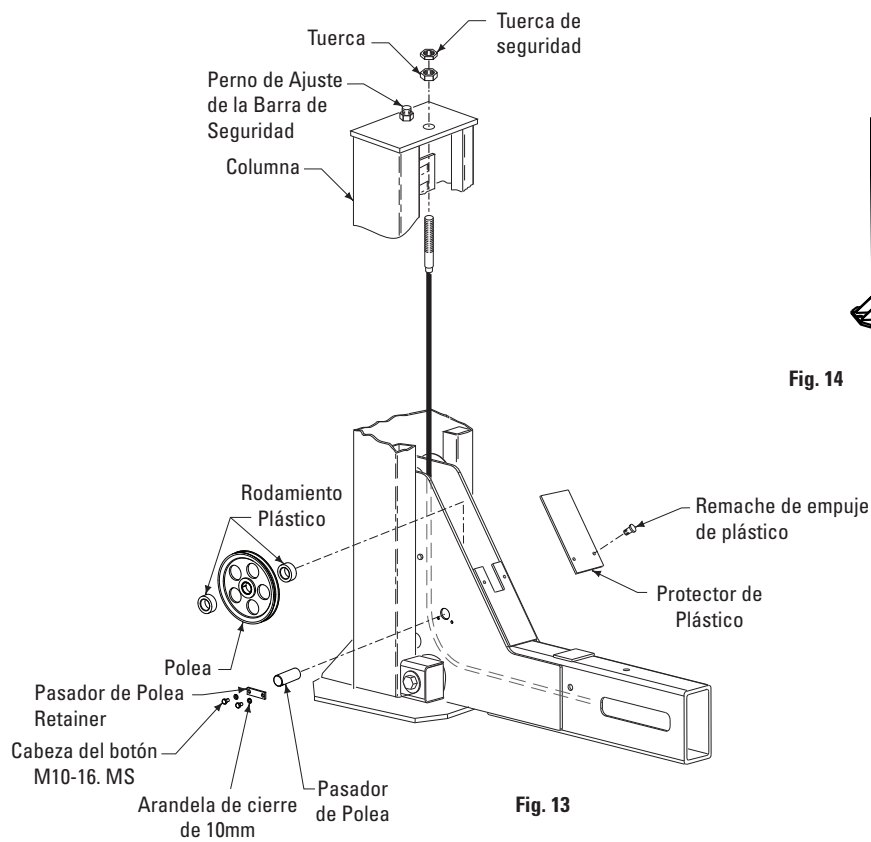

Fig. 13
- 10. Instalación de la polea delantera:** Instale las poleas del extremo del yugo y los cojinetes de plástico. Un cojinete de plástico se coloca entre cada lado de la polea y los espaciadores de la polea, Fig. 13, también vea el recuadro en la Fig. 9. Retenga el pasador de la polea con 2 pernos M10-16 y un sujetador del pasador de la polea. Asegúrese de que el cable esté ubicado en la ranura de la polea.
- 11. Instalación del cable:** Fije cada cable a la placa superior de la columna con tuercas, contratuercas y arandelas, Fig. 13. Instale el protector de la polea de plástico en cada extremo del yugo.